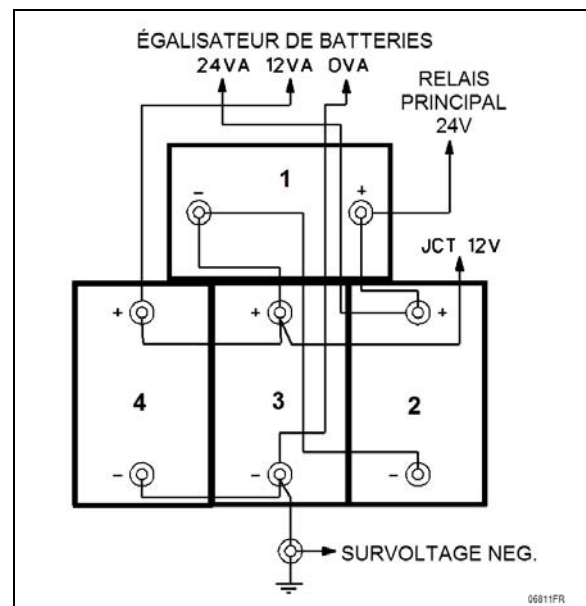

FIGURE 11 : CONNEXIONS BATTERIES 3 (PLOMB-ACIDE STANDARD DU GROUPE 31)
Le véhicule est équipé de quatre (4) batteries de 12V d'usage intensif connectées en un arrangement série-parallèle (FIGURE 11).
Si votre véhicule est équipé d'un système de gestion de l'énergie PRIME, il est muni de quatre (4) batteries AGM (à fibre de verre imprégnée d'électrolyte) de 12 volts montées en série parallèle (FIGURE 11).